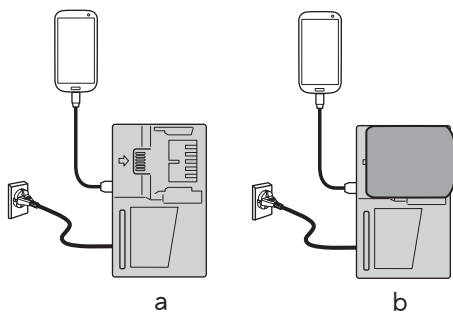

图 17
- 将 USB 设备插入插座进行充电（图 17-a）。
- 将 USB 设备和电池插入插座进行充电。（图 17-b）